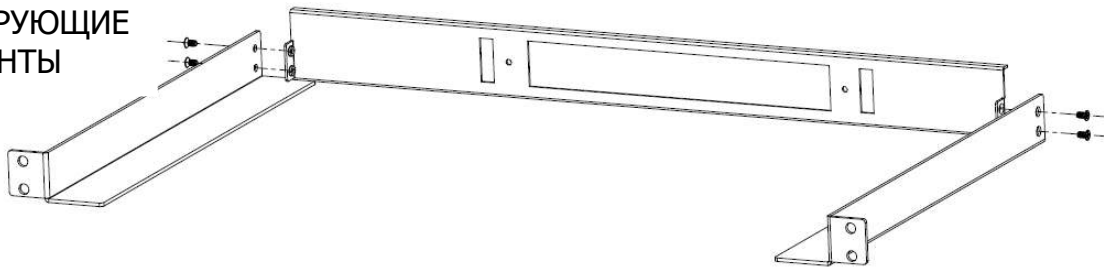
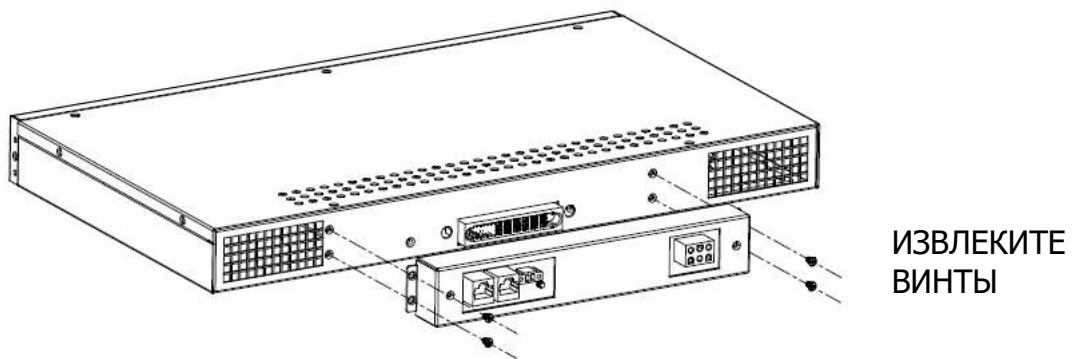
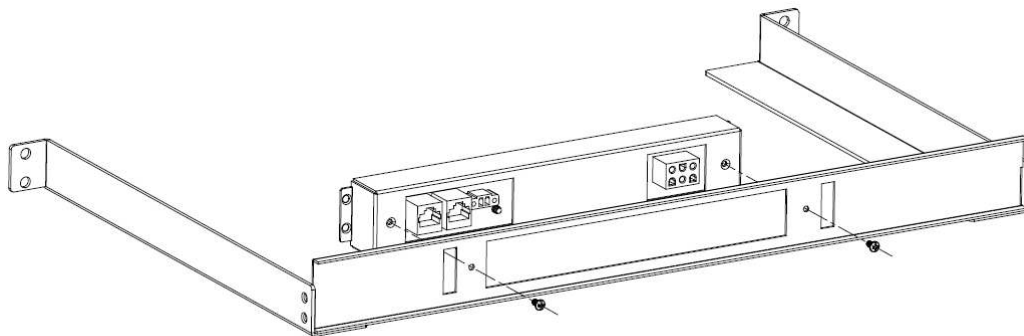
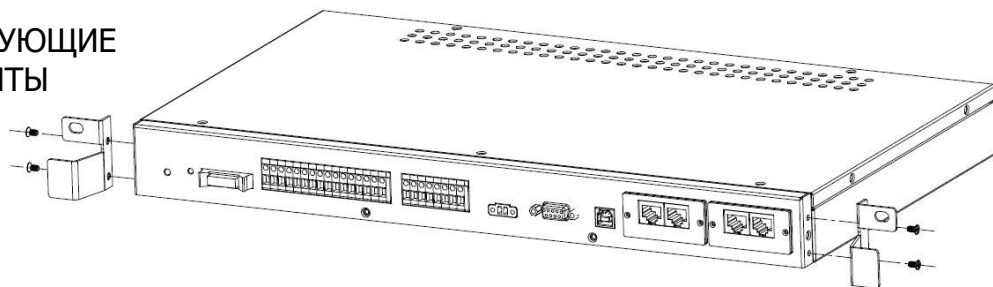

Рисунок 2-5
Рисунок 2-6
Рисунок 2-7
Рисунок 2-8 Установка монтажной оснастки
2. Установите направляющую планку и выньте съемную заднюю часть корпуса контроллера. Затем заднюю часть установите на направляющую рейку, монтажные ушки прикрутите к контроллеру, как показано на рис. 2-5, рис. 2-6, рис. 2-7, рис. 2-8.